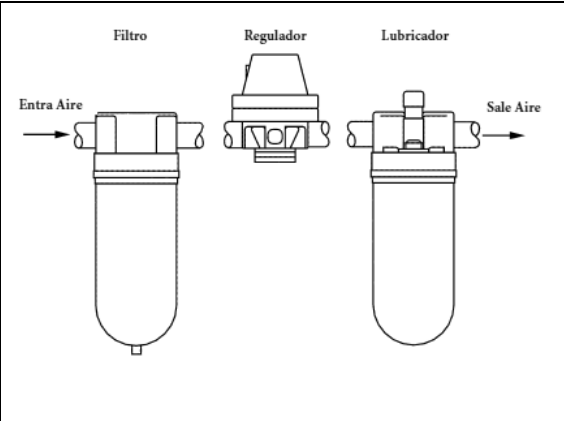

Figura 3-2 Filtro de Suministro de Aire típico con drenaje automático, Regulador y Lubricador (si está incluido).
- El filtro, el regulador (si está equipado) y el lubricador deben colocarse en el orden que se muestra en la Figura 3-2.